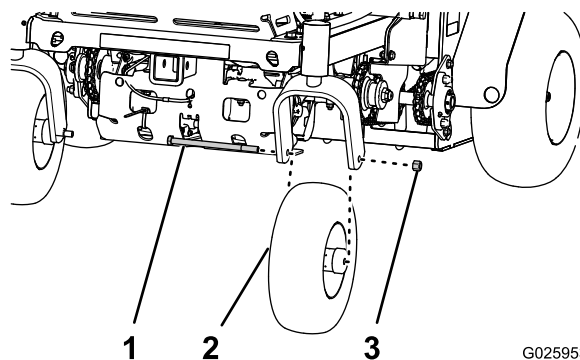

Figura 32
3. Retire la tuerca y el perno de la rueda, y retire el conjunto de la rueda giratoria de la horquilla (Figura 32).
- Alinee el orificio del eje del conjunto de la rueda giratoria entre los orificios de la horquilla de la rueda giratoria (Figura 32).
- Sujete la pieza a la horquilla con la tuerca y el perno de la rueda (Figura 32) que se retiró en el paso 3 de Retirada del conjunto de la rueda giratoria (página 33).